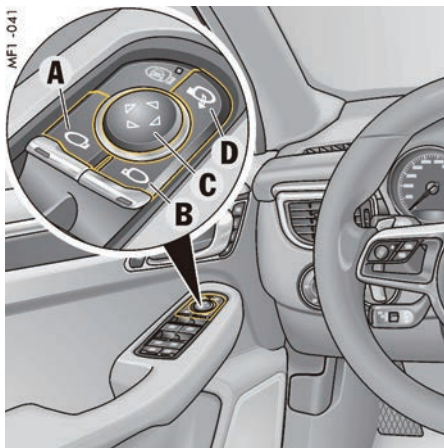

图 112: 车外后视镜的操作
- ▶ 按下按钮 **D** (第 150 页的图 112)。两侧车外后视镜均折合或展开。
如果事先使用了按钮 **D** (第 150 页的图 112) 折合车外后视镜, 则在点火装置开启后车外后视镜将不会自动展开。